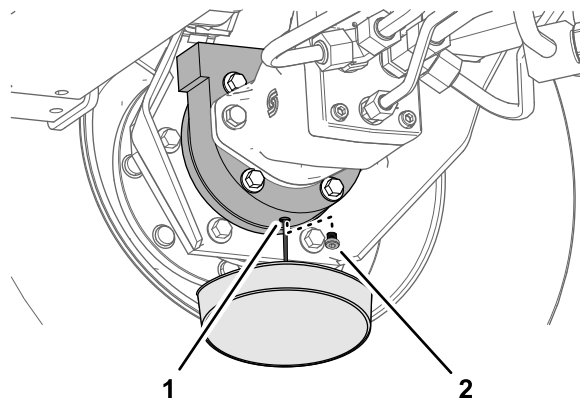

图 62
6. 将放油盘放在制动器箱下面取出排油塞让油完全排出图 62。